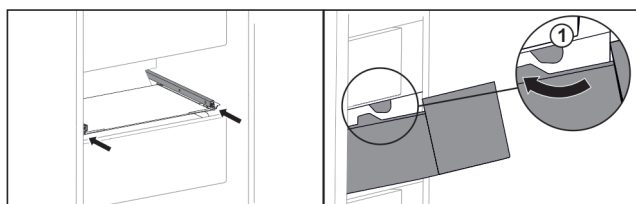

Fig. 45
- ▶ Обведите выдвижной ящик вокруг стопора Fig. 45 (1).